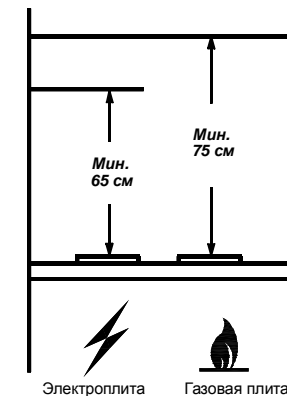

РИС. 1
1.2 Устанавливайте его над плитой, как показано рис. 1.
4.6 Зонт устанавливайте над плитой в соответствии с рис. 1.
- при установке зонта соблюдайте указания п. 1.2 (рис.1.)